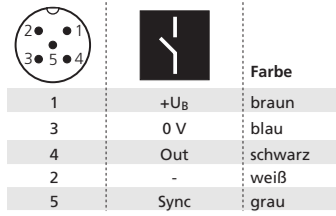

Abb. 1: Pin-Belegung mit Sicht auf den Sensorstecker und Farb-Kodierung der Balluff-Anschlusskabel
- Anschlusskabel an den M12-Gerätetecker gem. Abb. 1 anschließen.